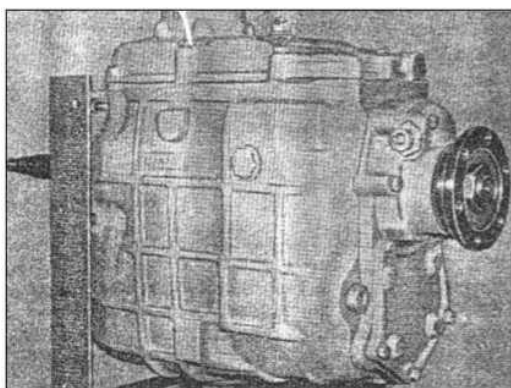

РИС. 194
- 1) Установите коробку передач на стенде для разборки и сборки КПП (см. рис.194)